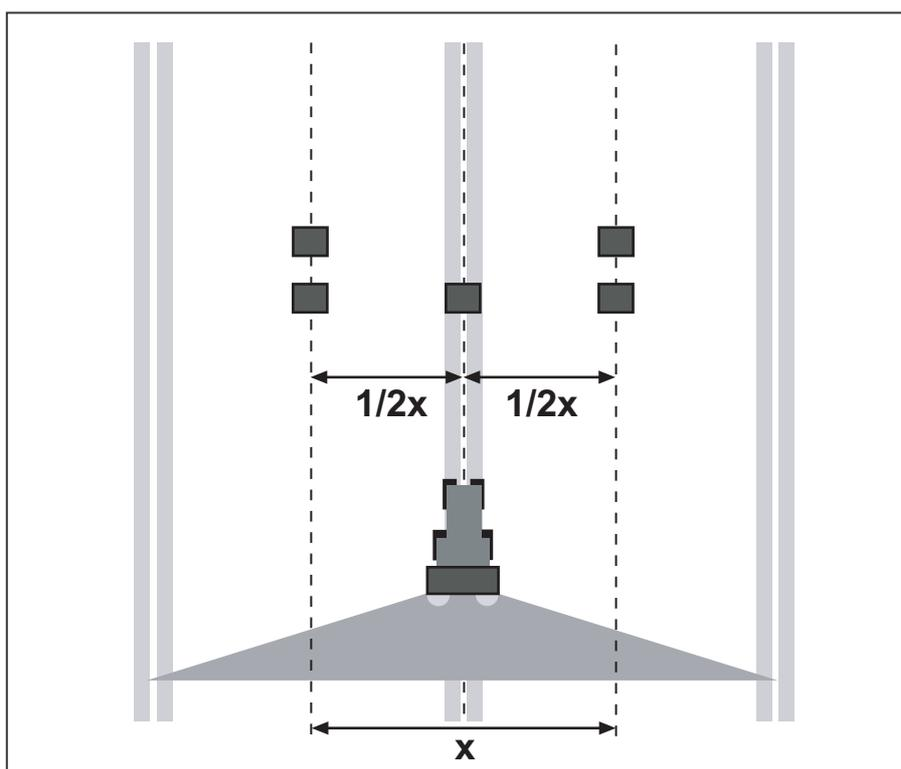

Figura 8.24: Disposizione per una traversata
- Disporre in fila due vaschette di raccolta, alla distanza di **1 m**, in ciascuna zona di sovrapposizione (tra le corsie) e una vaschetta nella corsia stessa (cfr. figura 8.24).